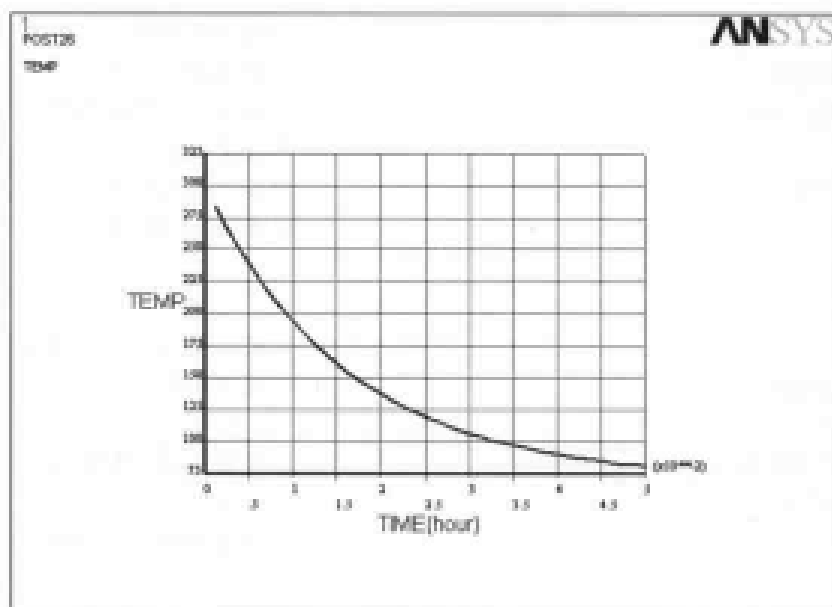

图 10-74 导线温度随时间的变化关系曲线图
(3) 单击 Defined Time-History Variables 对话框中的 Close 按钮关闭该对话框。
(4) 选择 Main Menu | TimeHist Postpro | Graph Variables 命令，出现 Graph Time-History Variables 对话框，在文本框中输入 2，单击 OK 按钮，ANSYS 显示窗口将显示铜导线温度随时间的变化关系曲线图，如图 10-74 所示。